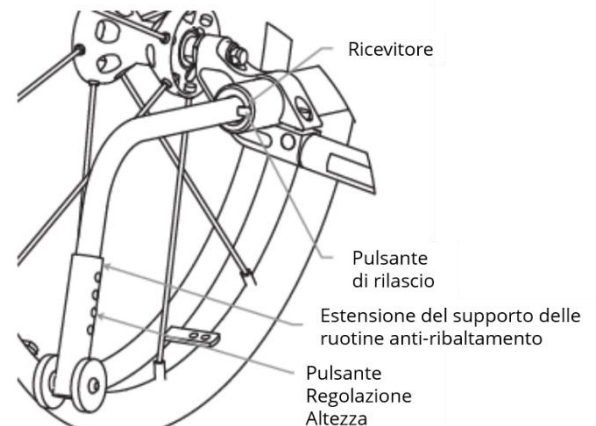

Figura 19.16 Supporti ruotine antiribaltamento regolabili in altezza nella posizione verso il basso.
1. Premere e tenere premuto il pulsante di rilascio sul supporto delle ruotine antiribaltamento. (Vedi Figura 19.16)